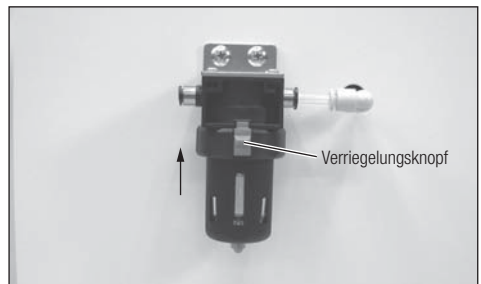

Abb. 34
- 9) Verriegelungsknopf nach oben stellen und damit verriegeln (Abb. 34).